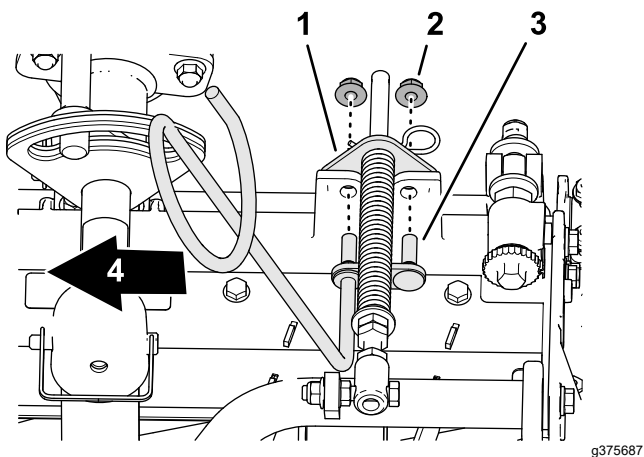

Figura 10
5. Aliniați tifturile ghidajului pentru furtunul din stânga cu orificiile cadrului unității de tăiere i suportul de compensare pentru gazon (Figura 10).